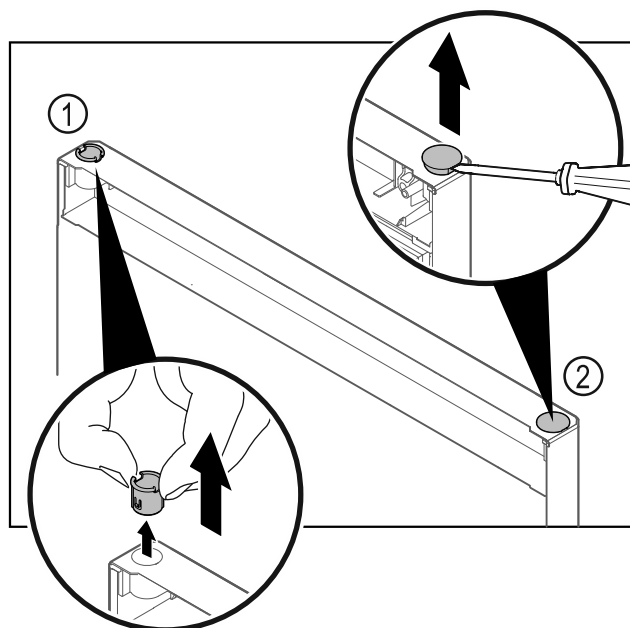

Fig. 29 Porte de la partie congélateur
- Retirer la bague Fig. 29 (1) avec les doigts.
- Soulever délicatement le bouchon Fig. 29 (2) avec un tournevis plat et le retirer.